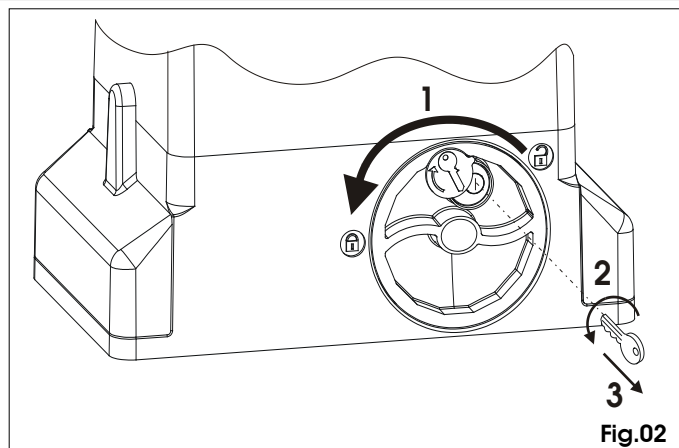

Fig.02
- 1) Tourner le système de déverrouillage dans le sens inverse des aiguilles d'une montre jusqu'à son arrêt, Fig. 02 réf. 1.
- 2) Tourner la clé dans le sens inverse des aiguilles d'une montre et l'extraire de la serrure, Fig. 02 réf. 2 et 3.
- 1) Draai het ontgrendelsysteem tegen de klok in tot de aanslag, Fig.02 ref.1.
- 2) Draai de sleutel tegen de klok in en haal hem uit het slot, Fig. 02, ref. 2 en 3.